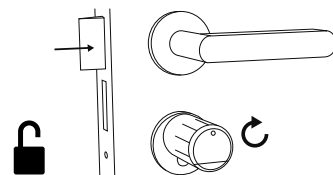
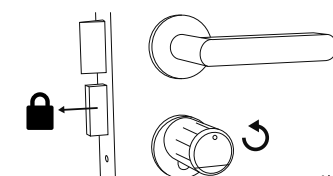

Abb. 82
Abb. 83
- 2 Der Zylinder ist nun freigegeben und das Schloss kann geöffnet (Abb. 82) bzw. abgeschlossen werden (Abb. 83).